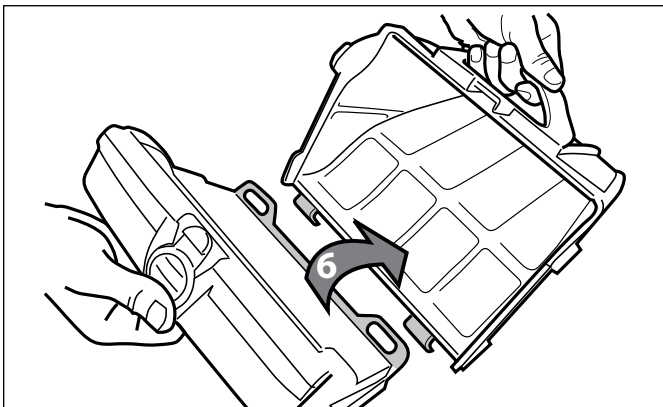

Figura 27. Retire el cartucho del filtro
8. Separe el cartucho del filtro del soporte del filtro (6) como se indica en la Figura 27.